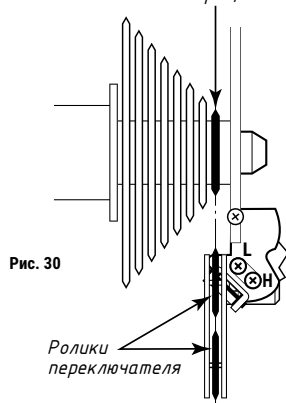

Рис. 30
3. Вращением регулировочного винта «Н» верхней границы переключателя добейтесь, чтобы ролики переключателя, цепь и маленькая звёздочка трещотки находились в одной плоскости (рис. 30).
1. Поверните регулировочный винт «L» против часовой стрелки до тех пор, пока вращение винта не будет влиять на перемещение переключателя (рис. 30).